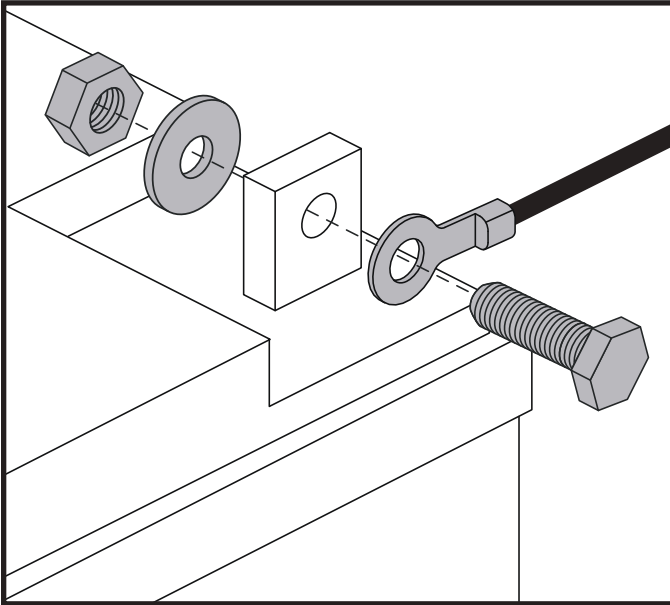

Figura 15. Bulloneria terminale batteria - Configurazione 1
4. Scollegare i cavi delle batterie dai terminali portando indietro gli involucri dei terminali e svitando il dado dal bullone. **Vedere figura 15 e 16.**